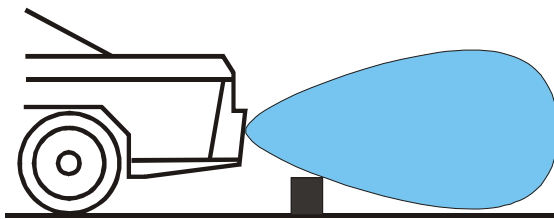

Рис. 10
**7.2** Минимальное расстояние обнаружения бордюра (и других низко расположенных объектов), т.н. ширина «вертикальной мертвой зоны», зависит от высоты и угла установки датчиков (см. рис. 10). Например, при высоте установки датчиков 60 см, минимальное расстояние обнаружения бордюра высотой 20 см будет около 70см, а при высоте датчиков 40 см и угле наклона 7°, минимальное расстояние обнаружения такого бордюра будет около 50см. Т.е. находясь ближе этого расстояния, бордюры не будут обнаружены.